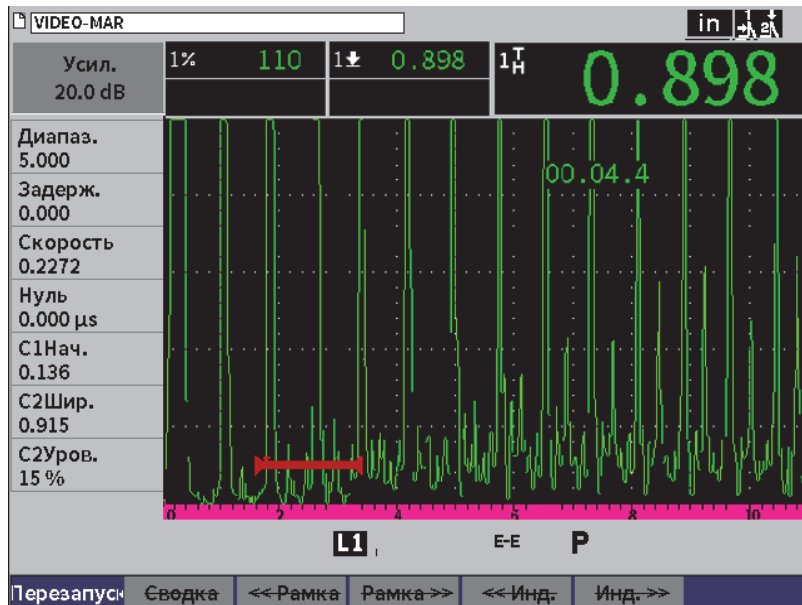

Рис. 9-32 Страница настройки Просмотр видео
3. Нажмите клавишу Enter для отображения страницы просмотра (см. Рис. 9-32 на стр 165).